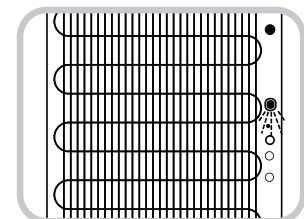

Fig.5
10. Gire en sentido contrario a las manijas del reloj la tapa de drenaje para abrirla y drene el agua de los tanques. No incline la unidad para drenar el agua. (Fig. 5)